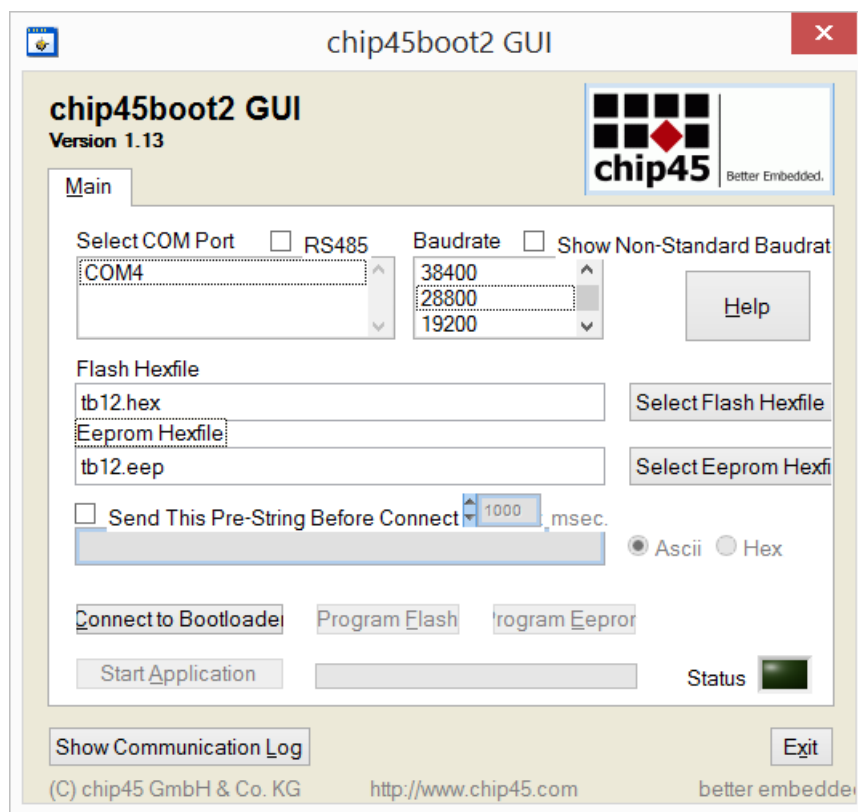

Рисунок 35
После запуска программы chip45boot2 GUI в поле Select COM port выбираете порт, который соответствует COM порту контроллера в диспетчере устройств, в поле Baudrate выбираете скорость 28800, в полк Flash hexfile выбираете *.hex файл из архива с прошивкой. Если текущая версия прошивки вашего TB-12(5) меньше чем 2.0 или вы желаете при обновлении прошивки установить заводские настройки контроллера то в поле Eeprom hexfile выбираете файл *.eep, иначе это поле можно не заполнять(см. Рисунок 35).